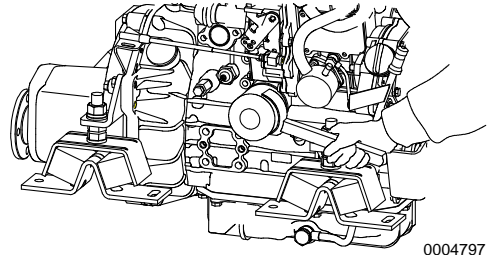

Figure 2
2. Tournez le filtre d'huile moteur (**Figure 2**) dans le sens contraire des aiguilles d'une montre à l'aide d'une clé à filtre.